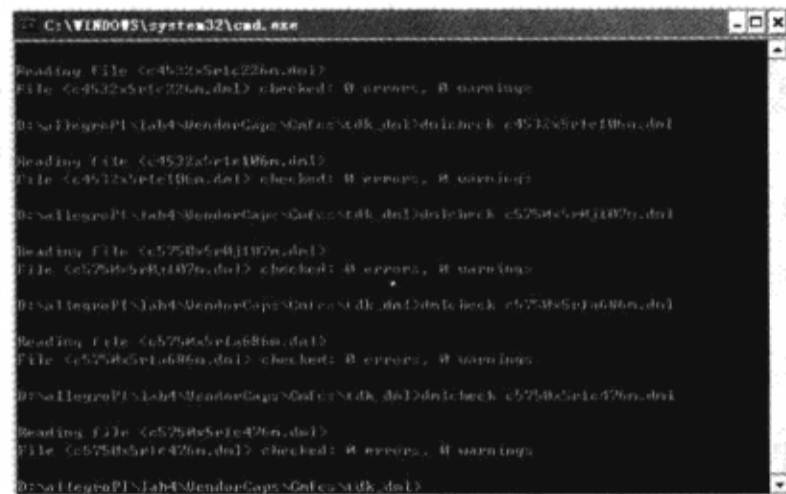

图 10-6-41 进行 dml 语法检测
(2) 对 tdk\_dml 文件进行 dmlcheck 检测, 在 DOS 命令提示符窗口中输入以下命令: “for %f in (\*.dml) do dmlcheck %f”, 会在窗口中显示检查结果, 如图 10-6-41 所示。